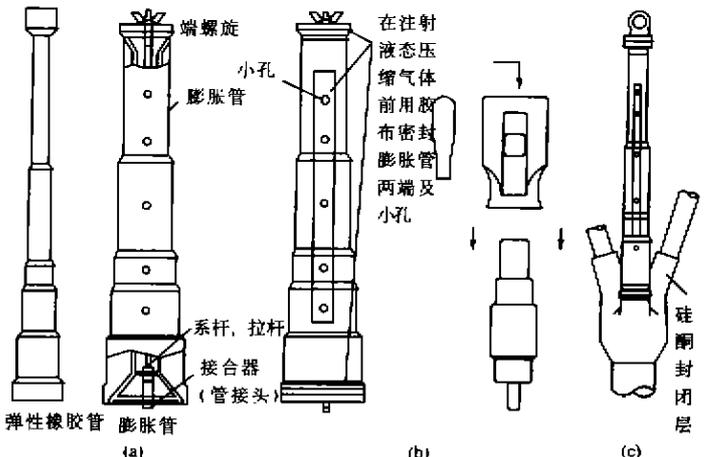

图5
(1)把弹性橡胶管固定在膨胀管内(见图5(a)),用胶布密封膨胀管的小孔及两端(见图5(b))。
(4)移开膨胀管小孔上的胶布,弹性橡胶管内的气体将释放而冷缩环绕在电缆上(见图5(c))。